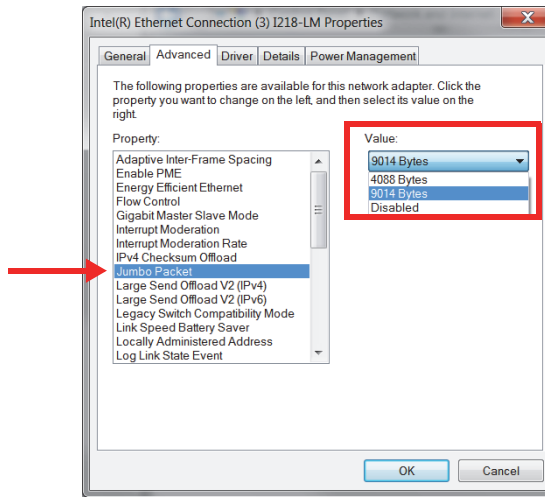

Figure 1-8 Paramètres de l'onglet Advanced
4. Dans l'onglet **Advanced**, dans la liste **Property**, sélectionnez soit **Jumbo Packet** ou **Jumbo Frame** (Figure 1-8 à la page 32).